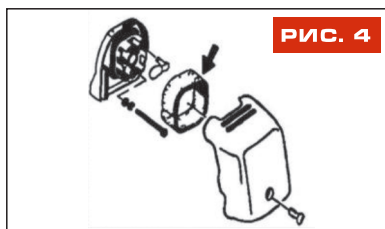

РИС. 4
12.1. Воздушный фильтр (Рис. 4, 5)